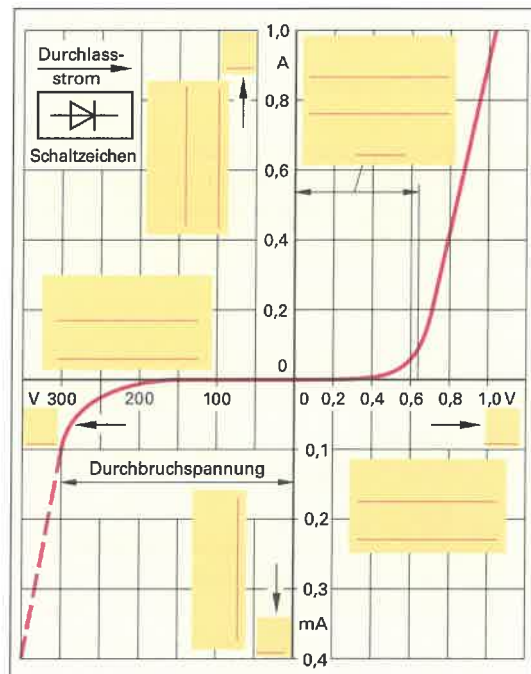

Bild 5: Dioden-Kennlinie
4. Die Diffusionsspannung bewirkt, dass der PN-Übergang erst beim Anlegen einer Spannung, die größer als die Diffusionsspannung ist, leitfähig wird. Diese Spannung wird auch als Schwellen- oder Schwellenspannung U_s bezeichnet. Bezeichnen Sie die Schwellenspannung in der Dioden-Kennlinie (Bild 5).
5. Ergänzen Sie die Begriffe Durchlassspannung, Durchlassstrom, Sperrspannung und Sperrstrom in der Kennlinie (Bild 5) und geben Sie auch das Formelzeichen bei den Achsenbezeichnungen an.
6. Beschreiben Sie die Durchlass- und Sperrrichtung einer Diode anhand der Dioden-Kennlinie (Bild 5).